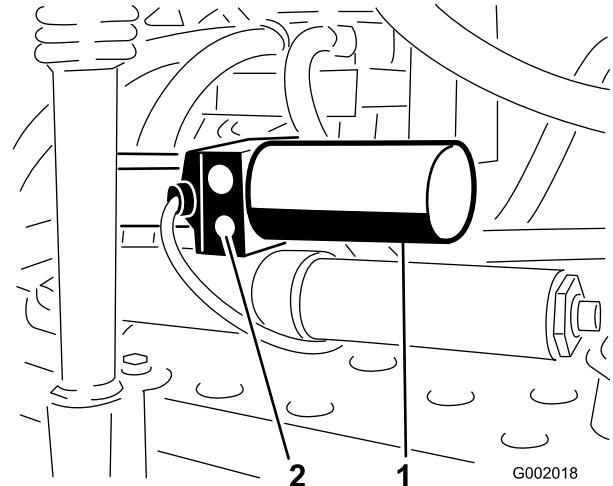

Figura 71
1. La valvola di sicurezza manuale è situata sull'attuatore di ogni barra. La valvola di sicurezza manuale è la valvola più piccola, che si trova solo su un lato del corpo dell'attuatore (Figura 71).